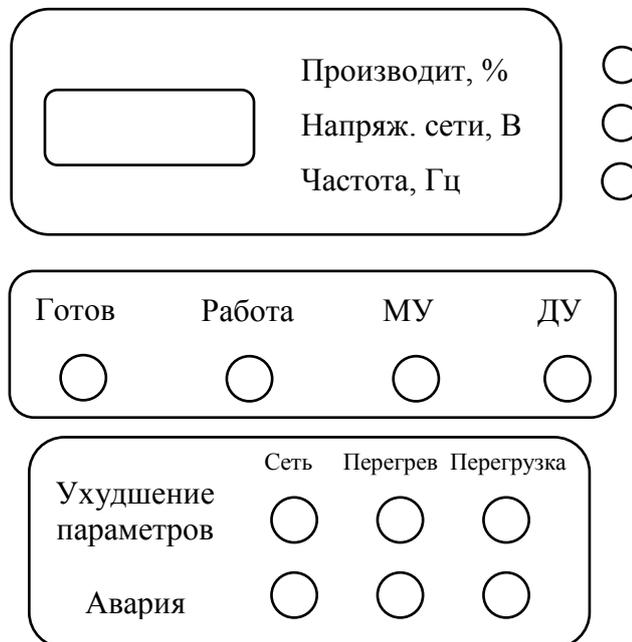

Рисунок 2 – Индикаторы МПЧ-380-30М
1.4.1.2 На лицевой панели МПЧ-380-30М расположены следующие индикаторы (см. рис. 2):